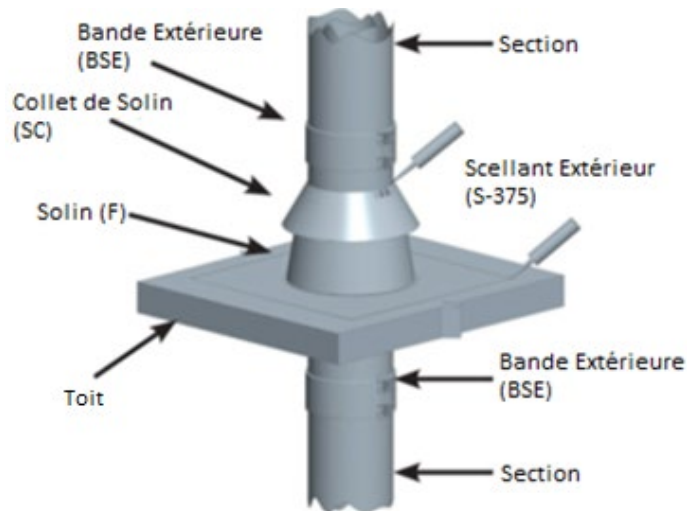

Figure 52 - Installation du solin - Vue du haut du toit
5. Le Collet de Solin (SC) est placé autour de la cheminée et scellé au boîtier avec du scellant pour joint extérieur S-350. Voir la figure 52 pour un solin installé (F). Le collet de Solin ne doit pas reposer complètement sur le Solin lorsque la cheminée est froide (un écart de 1/4 "entre le collet de Solin et le haut du solin).